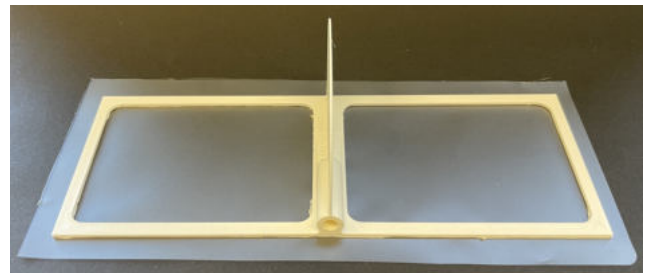

Abb. 4: Das Leitwerk wird mit Laminierfolie bespannt.
- (3) Entferne die Schicht über dem Klebeband.
- (4) Klebe das Leitwerk auf das Stück Laminierfolie, sodass an allen Rändern des Leitwerks etwas von der Folie übersteht (Abbildung 4).
- (5) Presse das Leitwerk vorsichtig auf die Folie.